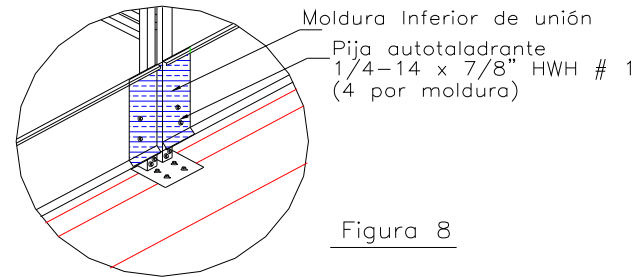

Figura 8
- 2.- Primeramente se deberá insertar la moldura Inferior (figura 8)